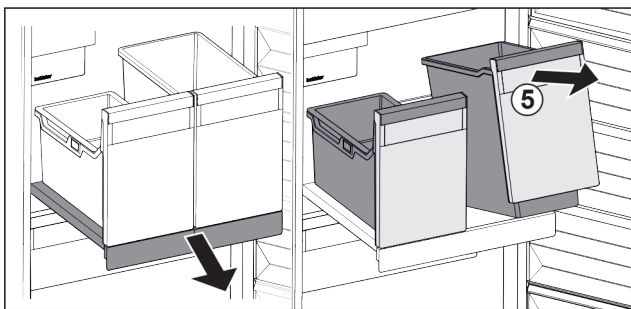

Fig. 33
- ▶ Nádobu Fig. 33 (5) vpředu nadzvedněte.